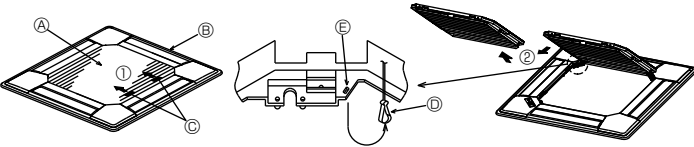
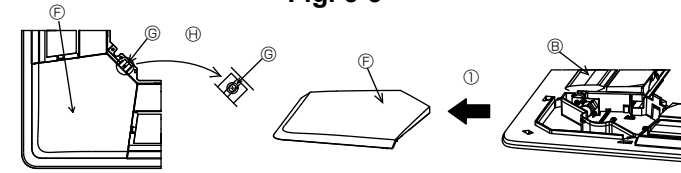

Fig. 5-3
Fig. 5-4
5.2.1. Hava giriş izgarasının çıkarılması (Fig. 5-3)
- Hava giriş izgarasını açmak için kolları okla ① gösterilen yönde itiniz.
- Hava giriş izgarası "açık" durumdayken hava giriş izgarasının menteşesini okla ② gösterilen şekilde izgaradan ayırın.
5.2.2. Köşe panelinin çıkarılması (Fig. 5-4)
- Köşe panelinin köşesindeki vidayı çıkarın. Köşe panelini çıkarmak için köşe panelini okla ① gösterilen şekilde itin.
[Fig.5-3, 5-4]